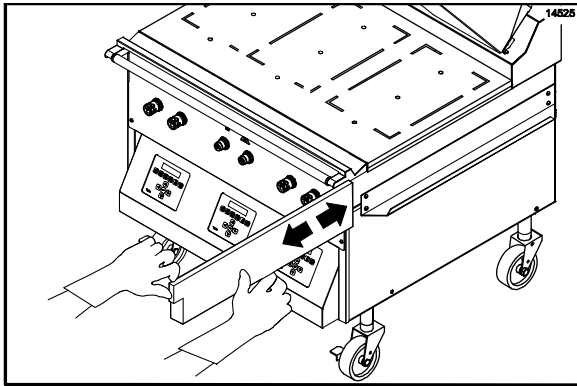

Abbildung 86
12. Die Fettsammelbehälter herausnehmen, ausleeren und wieder einbauen. (Siehe Abbildung 86.)